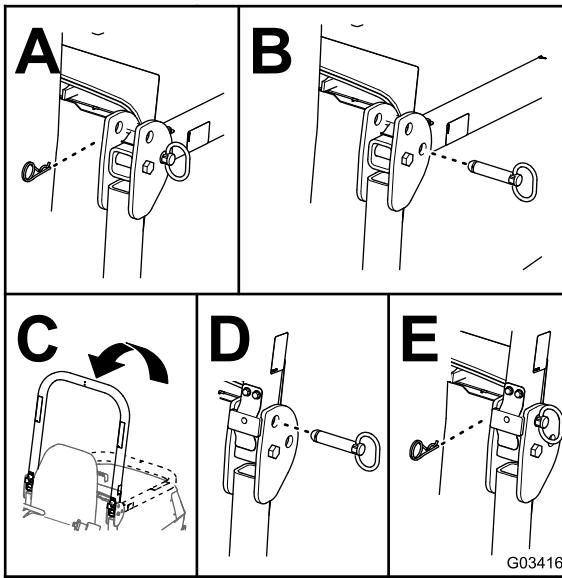

Bild 25
2. Nehmen Sie die Splinte und die Stifte vom Überrollsitz ab (Bild 25).
3. Klappen Sie den Überrollsitz nach oben und befestigen Sie diesen mit den Splinten und Stiften (Bild 25).